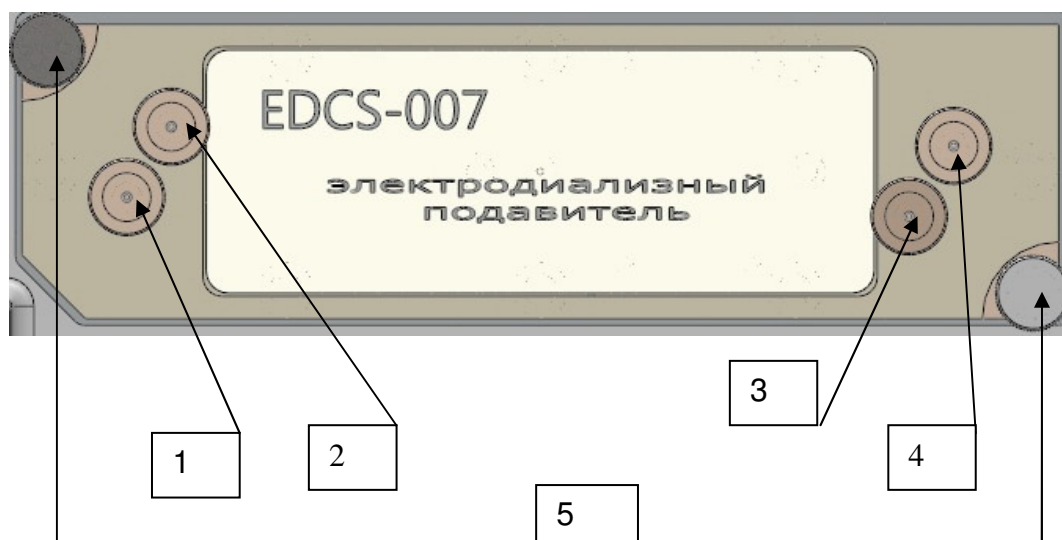

Рис.5 Картридж электромембранного подавителя;
2. к фитингу «от детектора» (рис.5, п.3) присоединить капилляр «выход» от ячейки кондуктометрического детектора
3. к фитингу «к детектору» (рис.5, п.4) присоединить капилляр «вход» от ячейки кондуктометрического детектора
4. фитинг «от колонки» (рис.5, п.1) соединить с выходом аналитической колонки с помощью капилляра РЕЕК 1/16"/0,25 мм и прижимного винта из комплекта подавителя. (По возможности необходимо минимизировать длину капилляра колонка-подавитель для уменьшения экстраколоночных эффектов)
5. к фитингу «слив» (рис.5, п.2) присоединить с помощью прижимного винта капилляр 1/16" 0,5мм из комплекта подавителя (допускается использование тefлонового капилляра 1/16" внутренним диаметром 0,5-0,75 мм. Конец капилляра опустить в сливную емкость, открытую на атмосферу, так, чтобы капилляр не касался сливаемой жидкости.